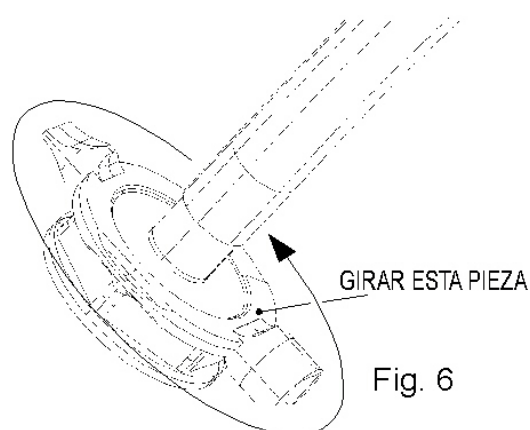

Fig. 6
- Fig. 6 – Introduzir a zona hexagonal da chave na válvula e girar, desta maneira teremos montada a chave na válvula de esvaziamento, girando para a esquerda abrimos a passagem de água pela válvula de esvaziamento e girando para a direita fechamos a passagem de água.